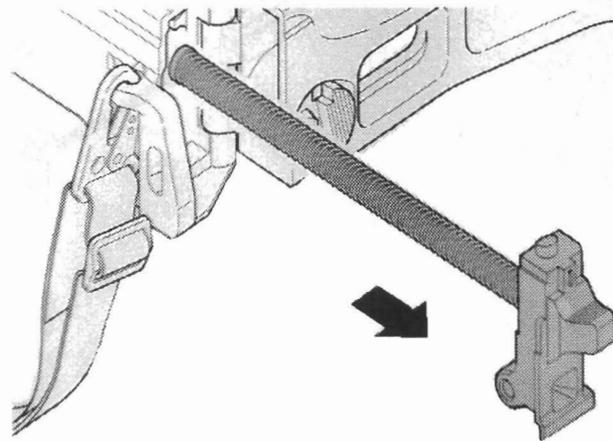

Bild 24 Bodenstück entnehmen
- ⇒ Bodenstück mit Schließfeder nach hinten herausziehen (Bild 24).